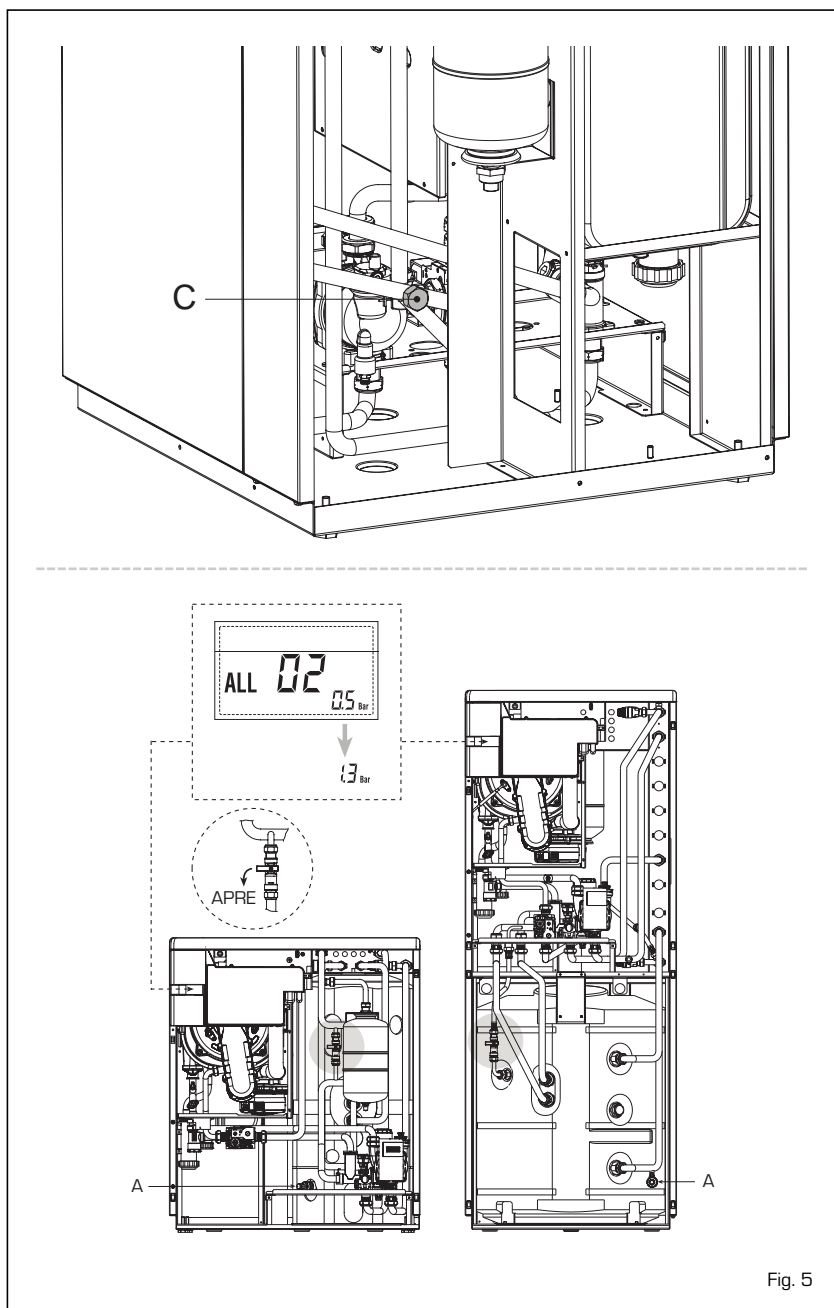

Fig. 5
2.4 FASE INIZIALE RIEMPIMENTO IMPIANTO (fig. 5)
2.4.1 Svuotamento del bollitore (fig. 5)